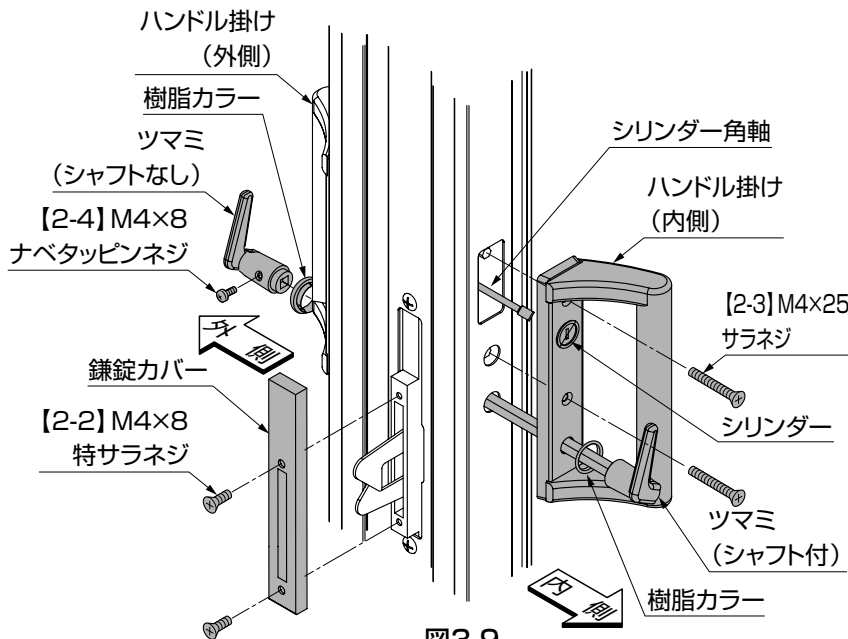
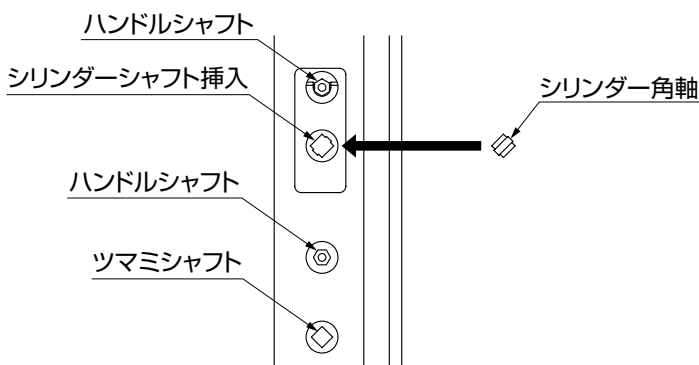

図3-9
図3-10 シリンダー角軸挿入向き
- ① ハンドル掛け側（外側）のシャフトを伸縮門扉本体の外側より挿入してください。（図3-9参照）
- ② シリンダー角軸をハンドル掛け側（外側）のシリンダーへ挿入してください。（図3-9、図3-10参照）
- ③ ハンドル掛け側（内側）をシリンダー角軸に挿入して【2-3】で固定してください。（図3-9参照）
- ④ ツマミ（シャフト付）を挿入してください。（図3-9参照）
- ⑤ ツマミ（シャフトなし）を挿入して、【2-4】でツマミがハンドル台座に密着するように、しっかり固定してください。（図3-9参照）
- ツマミの向きは安全のため必ず図3-9の向きで取付けてください。